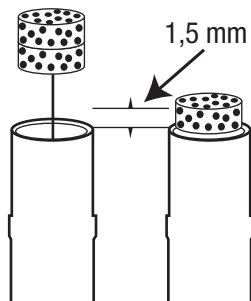

Figura 3
4. Coloque un nuevo filtro en el cono de puntas con las manos secas, limpias y enguantadas (consulte la Figura 3).